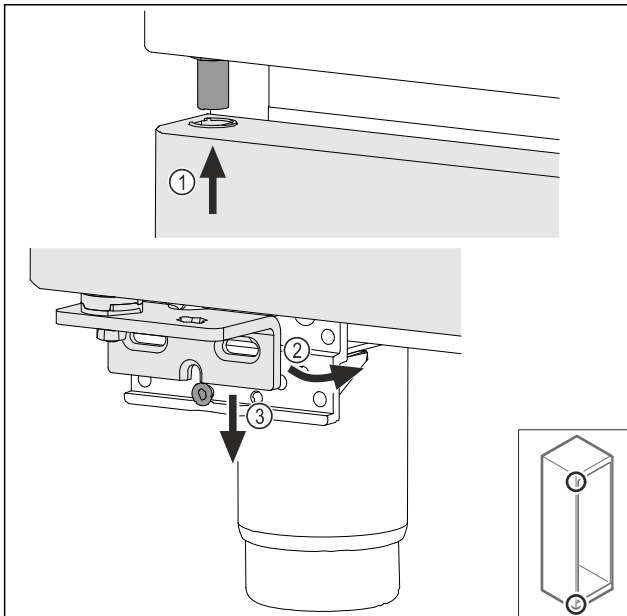

Fig. 49
- ▶ Inserire la porta leggermente inclinata in alto Fig. 49 (1), addezzare la porta Fig. 49 (2) e posizionarla in basso sulla vite del blocco di supporto Fig. 49 (3).